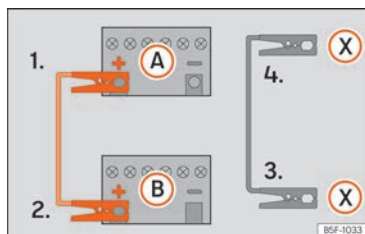

**Fig. 79** Schema elettrico per i veicoli dotati di sistema Start-Stop.
- 4b. *Nei veicoli con sistema Start/Stop:* collegare un'estremità del cavo nero di emergenza (X) a un terminale di massa idoneo, a un elemento metallico massiccio avvitato al monoblocco del motore o al monoblocco stesso » » » fig. 79.
5. Collegare l'altra estremità del cavo nero (X), al monoblocco del motore del veicolo con la batteria scarica oppure ad un elemento metallico massiccio annesso al monoblocco e comunque non nelle immediate vicinanze della batteria (A).